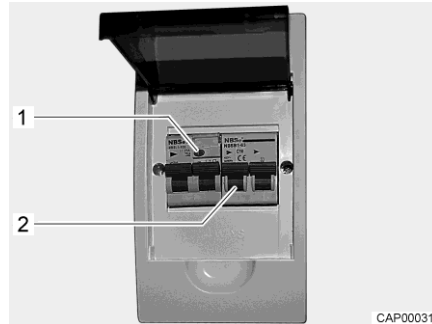

Fig. 77 Scatola dei fusibili a 230 V con interruttore di sicurezza e interruttore automatico FI
Un interruttore di sicurezza per correnti di guasto (interruttore automatico FI) nella scatola dei fusibili protegge l'intero veicolo da correnti di guasto (0,03 A). La rete di bordo a 230 V è protetta da un interruttore di sicurezza collegato in serie (10 A) (Fig. 77,2).
- Se il veicolo è collegato all'alimentazione a 230 V, premere il tasto di controllo (Fig. 77,1). L'interruttore di sicurezza per correnti di guasto deve scattare.